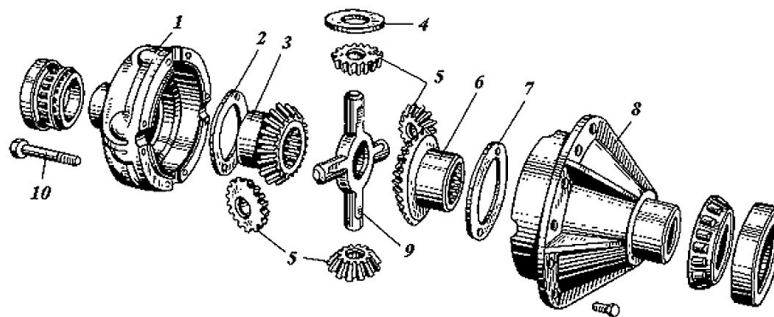

Рис. 2. Дифференциал
11. ПОЗИЦИИ НА РИС. 2
13. ПОРЯДОК ПЕРЕДАЧИ КРУТЯЩЕГО МОМЕНТА ЧЕРЕЗ ДИФФЕРЕНЦИАЛ (рис. 2)